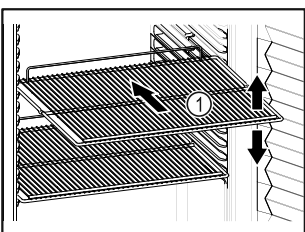

Fig. 50 Приблизне відображення
- Якщо решітки для зберігання Fig. 50 (1) знімні, відрегулювати по висоті.